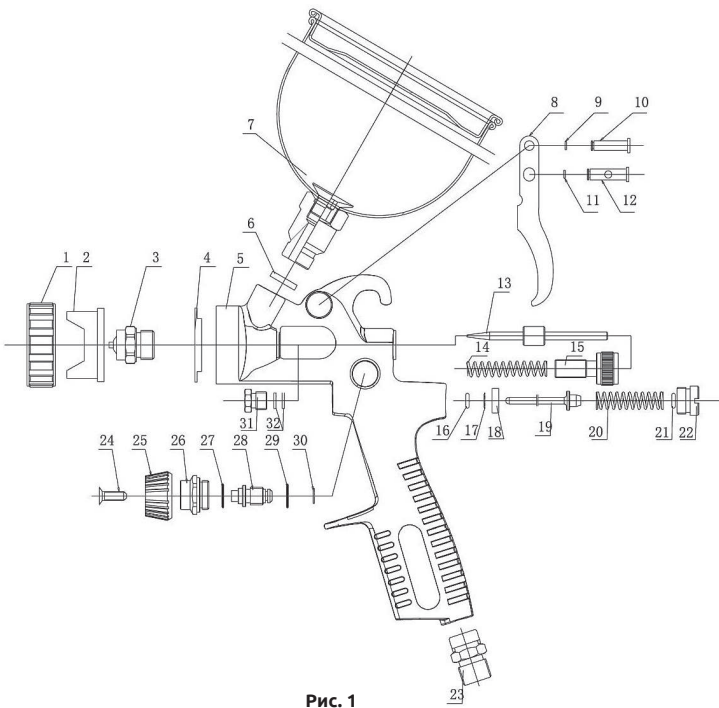

Рис. 1
СХЕМА КРАСКОПУЛЬТА (Рис. 1)
- Для регулировки ширины и формы факела, поверните соответствующий регулятор (№25, Рис.1). При необходимости форму факела можно изменить с овальной на круглую.
- Для регулировки соотношения подачи воздуха и материала, поверните винт регулировки подачи воздуха (№22, Рис.1) и/или регулятор подачи материала (№15, Рис.1) до нужного положения. Во время работы ни в коем случае не выкручивайте регуляторы полностью.
• ПЕРЕД РАЗБОРКОЙ, ЧИСТКОЙ ИЛИ СЕРВИСНЫМ ОБСЛУЖИВАНИЕМ КРАСКОПУЛЬТА ОБЯЗАТЕЛЬНО ПРЕКРАТИТЕ СООТВЕТСТВУЮЩИМИ РЕГУЛЯТОРАМИ ПОДАЧУ ВОЗДУХА К КРАСКОПУЛЬТУ (№22, Рис.1) И ПОДАЧУ ЛАКОКРАСОЧНОГО МАТЕРИАЛА В НЕМ (№15, Рис.1), ПОСЛЕ ЧЕГО СБРОСЬТЕ ДАВЛЕНИЕ В ВОЗДУШНЫХ КАНАЛАХ КРАСКОПУЛЬТА НАЖАТИЕМ НА ЕГО КУРОК (№8, Рис.1).